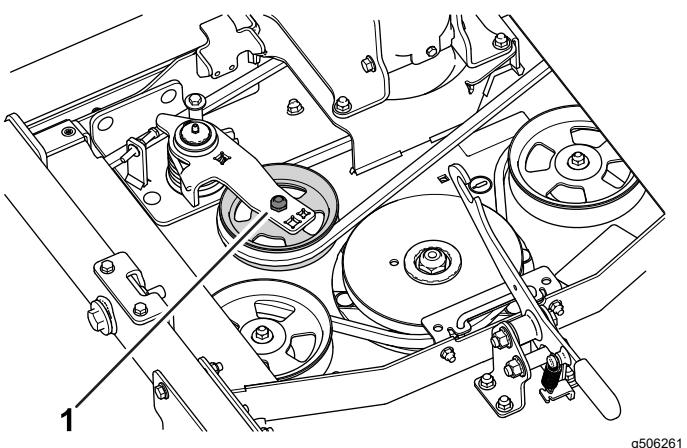

Figura 7
7. Installate la cinghia di trasmissione sulla puleggia tendicinghia (Figura 7).